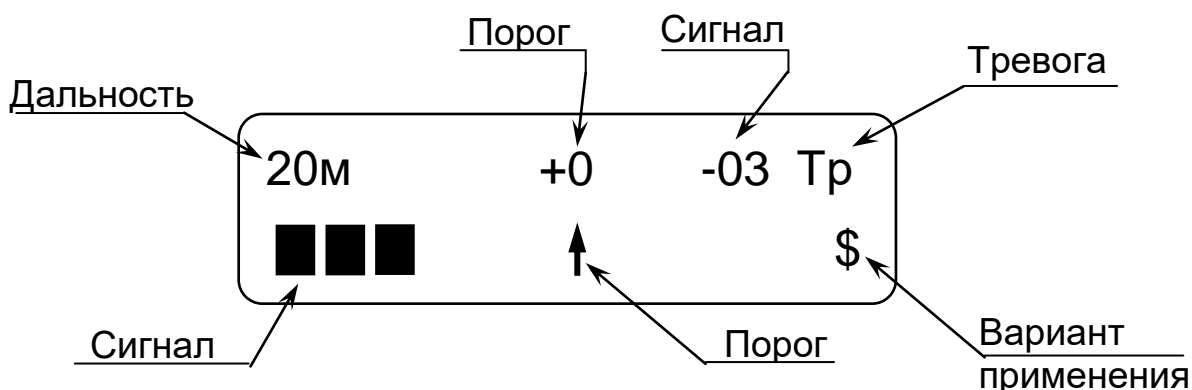

Рисунок 21 – Окно индикации параметров извещателя АНЧАР-40
2.11.4 *Индикация напряжения питания* производится после перевода ПК в режим индикации одновременно с индикацией наименования подключенного извещателя. Если напряжение питания 10,2 В и выше, после индикации в течение пяти секунд значения напряжения питания в вольтах ПК переходит в режим отображения остальных параметров (см. рисунок 21). Если напряжение питания ниже 10,2 В (пониженное) ПК вместо представленных на рисунке 21 параметров индицирует значение напряжения питания в виде мигающих символов.
Индикация помехи: значок «!!» на месте значка «Тр», см. рисунок 21) дублирует световую индикацию в КР извещателя.
Индикация неисправности: значок «Ав» на месте значка «Тр», см. рисунок 21) дублирует извещение сформированное извещателем. При включенном зуммере ПК звучит звуковой сигнал.